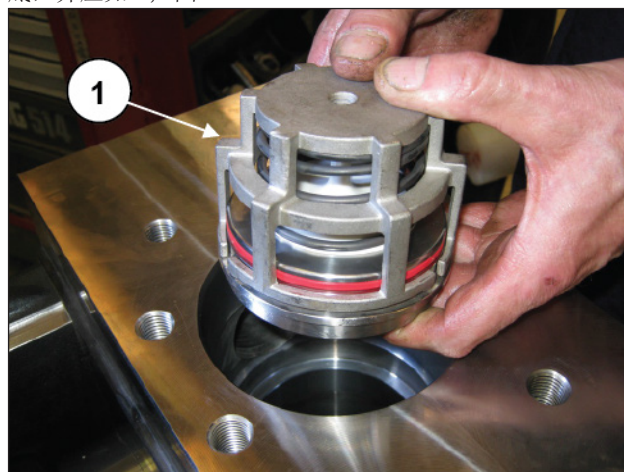
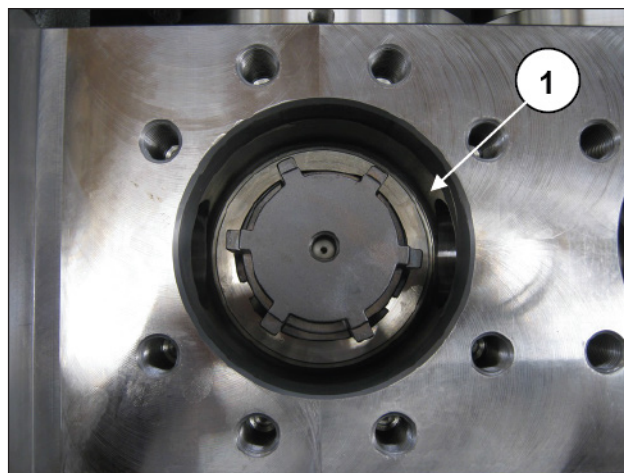

图 185
图 186
插入排出阀组 (①, 图 185)。整个阀组必须完全插入到底，并应如①，图 186。